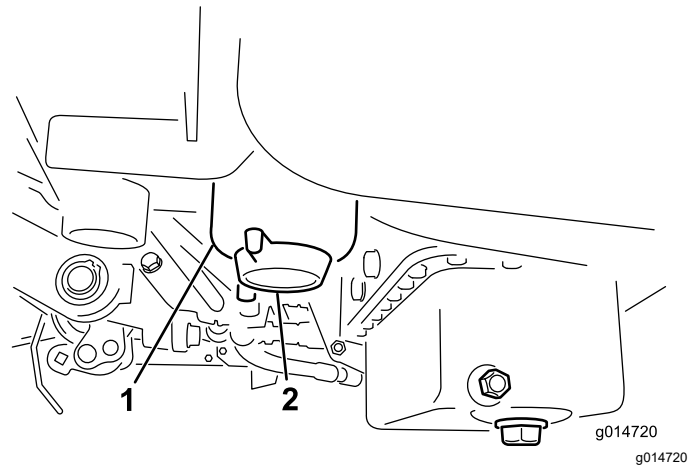

Figure 33
3. Dévissez le bouchon de vidange situé sur le filtre à carburant d'environ un tour et vidangez l'eau éventuellement accumulée (Figure 33).